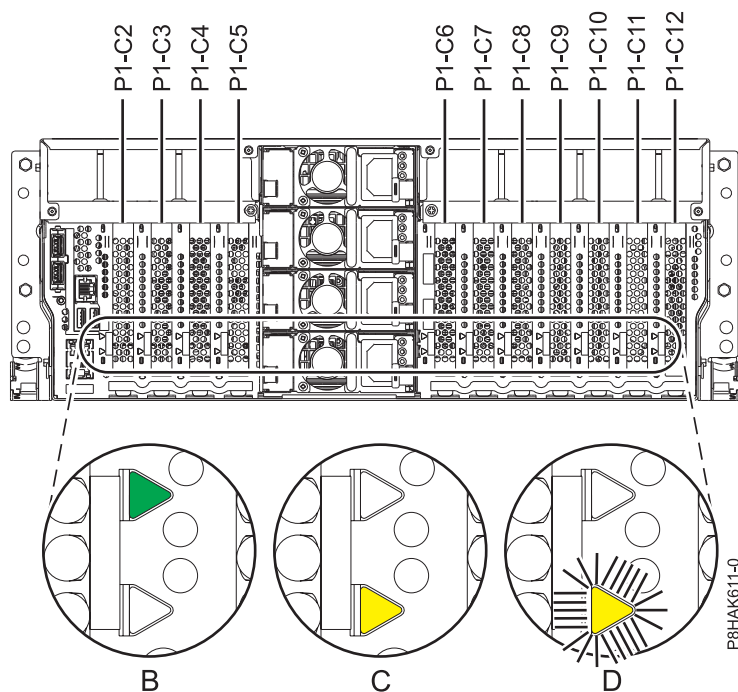
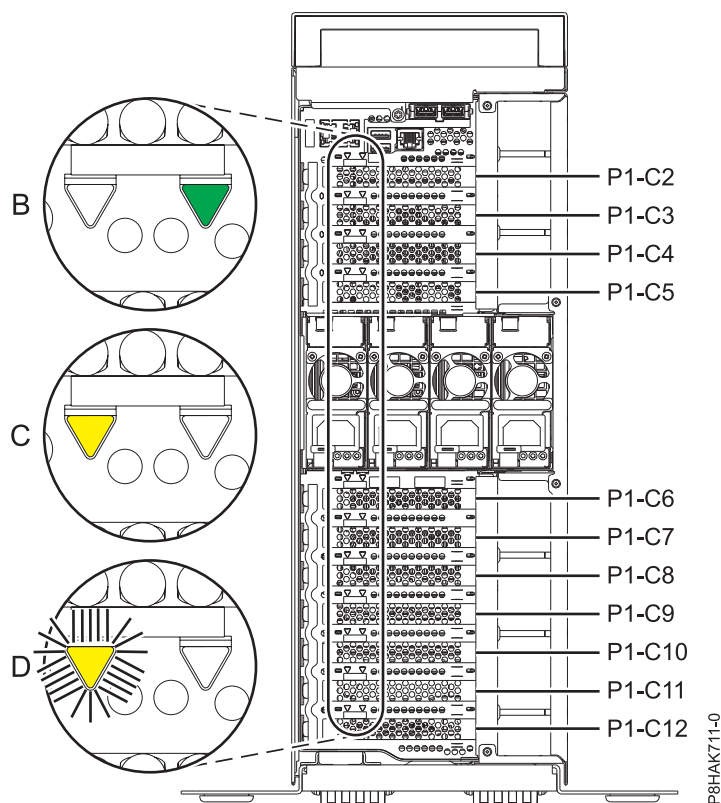

Figura 31. Localizações de ranhuras de adaptadores PCIe e localizações dos LEDs num sistema montado em bastidor
Figura 32. Localizações de ranhuras de adaptadores PCIe e localizações de LEDs num sistema 8286-41A autónomo
Se estiver a prestar assistência a um adaptador PCIe avariado, procure o LED amarelo intermitente do adaptador PCIe avariado que definiu para intermitente no passo para identificar o componente avariado. Consulte Figura 31 e Figura 32 na página 37 que demonstra o estado dos LEDs. Tenha em conta que o LED âmbar para o adaptador PCIe avariado está **Intermitente**, como é demonstrado em (D) na Figura 31 e na Figura 32 na página 37.
Aviso: Se o adaptador PCIe estiver a funcionar correctamente o LED de Actividade está **LIGADO** (verde) e o LED âmbar de Erro está **DESLIGADO**, como é demonstrado em (B) na Figura 31 e na Figura 32 na página 37. Não tente remover o adaptador PCIe em funcionamento.